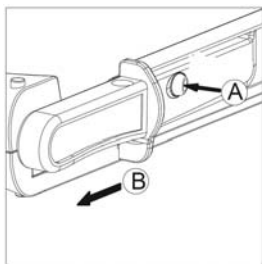

figura 1
- 2 Premere il tasto di arresto (figura 1, A) per rilasciare il blocco ed estrarre la leva (figura 1, B).